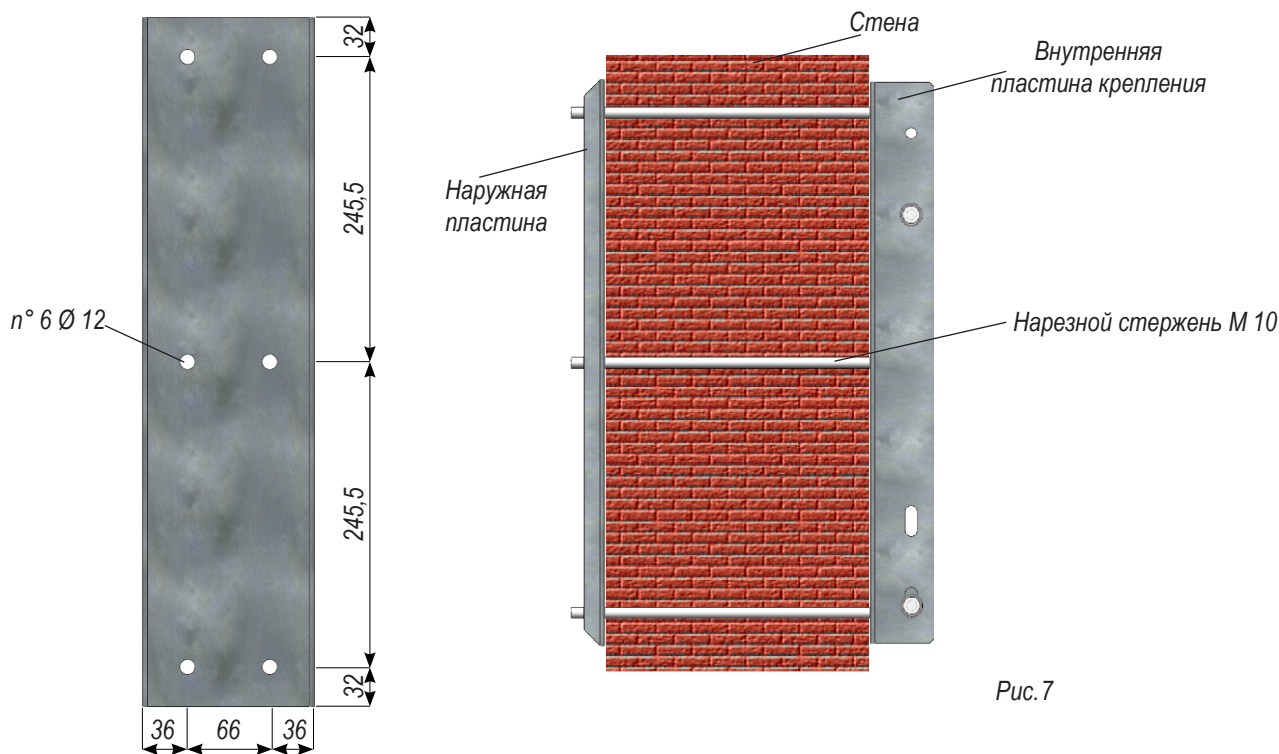

Рис. 7
- Выполнить отверстия в стене согласно указаниям на рис. 7.
- Привинтить вертикальный профиль, закрепив соответствующие опорные кронштейны к стене. Это выполняется с помощью пластины, устанавливаемой на противоположной стороне стены, и болтов М10 для скрепления вместе пластины и наружной пластины посредством стержней с резьбой (рис. 7).
- Использовать необходимые винты и гайки для привинчивания профиля к горизонтальному углу. Следующий шаг: привинтить все собранное к вертикальным профилям, до этого прикрученным к стене, используя нижние отверстия (рис. 7).
- Выполнить отверстия в выбранной стене согласно указаниям на рис. 7.
- Использовать необходимые винты и гайки (рис. 7) для привинчивания профиля к горизонтальному углу.